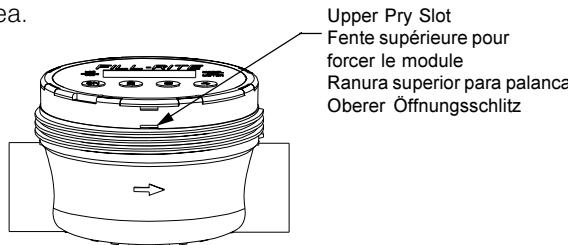

Figure 4
1. Unscrew meter cap (item 1). Use a strap type oil filter wrench or large 5" jaw pipe wrench if needed.
2. Insert a wide flat-head screw driver into the top slot (see Figure 4) and gently pry up electronics module.
2. Insérez un grand tournevis à tête plate dans la fente du haut (voir la figure 4) et forcez doucement le module électronique à sortir vers le haut.
2. Eine breite Schraubenzieherklinge in den oberen Schlitz einführen und das Elektronikmodul vorsichtig abheben.(siehe Abbildung 4).